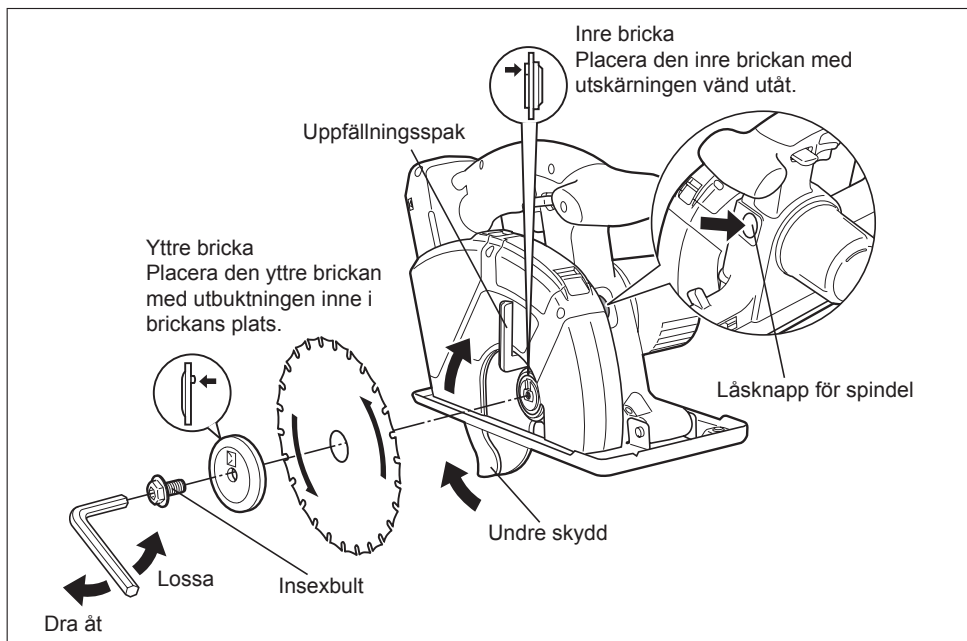

Fig.4
Kontrollera att insexbulten är ordentligt åtdragen [Fig.4].
4. Montera klingan enligt bilden [Fig.4]